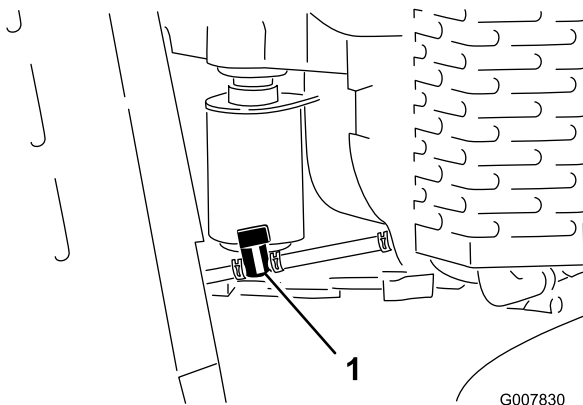

Figura 40
4. Gire la válvula de cierre del combustible a la posición de cerrado (Figura 40).
5. Apriete los extremos de la abrazadera en el lado del motor de la válvula de cierre, y deslícela por el tubo de combustible, alejándola de la válvula (Figura 40).
6. Retire el tubo de combustible de la válvula (Figura 40). Abra la válvula de cierre del combustible y deje que la gasolina se drene en un recipiente.
3. Gire la válvula de cierre del combustible a la posición de cerrado (Figura 40).
- Gire la válvula de cierre del combustible a la posición de abierto (Figura 40).